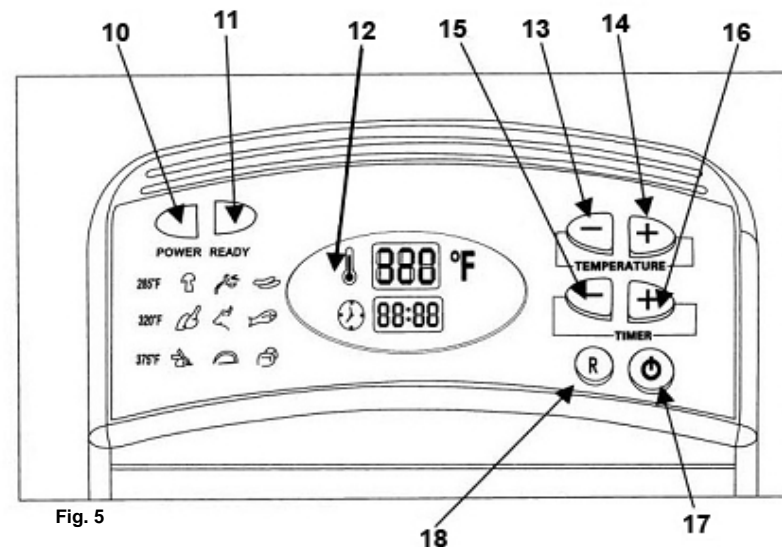

Fig. 5
- Réglez à la température désirée – La température se règle par intervalles de 5°F, 155°F à 385°F (70°C à 200°C). Pour augmenter la température, appuyez sur le bouton "+". Lorsque vous appuyez sur le bouton "+", l'appareil émet un son. Pour diminuer la température, appuyez sur le bouton "-". Lorsque vous appuyez sur le bouton "+", l'appareil émet un son et l'écran supérieur affiche la température réglée. Lorsque la température est atteinte, le témoin vert s'allume. (Fig. 5)